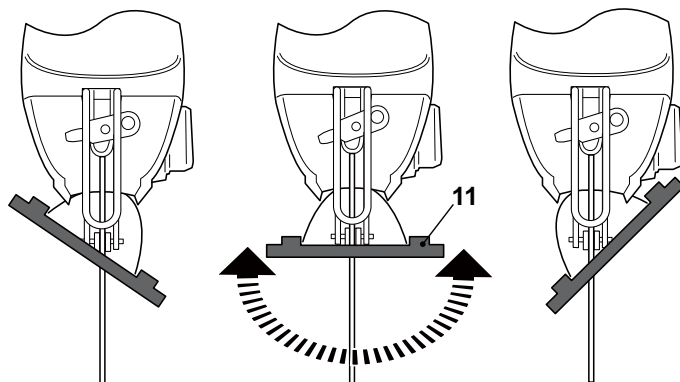

Fig. 8
- > Incline a placa base (11) para ajustar o ângulo de corte desejado (Fig. 8).